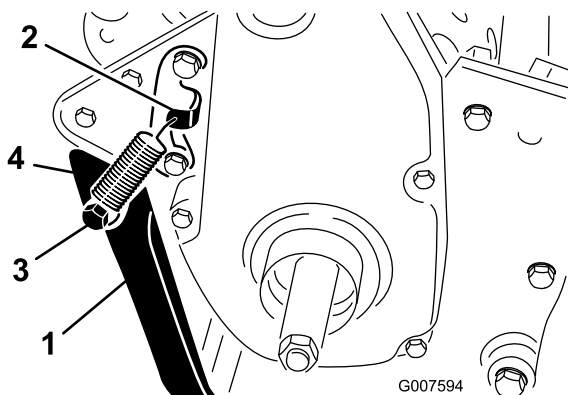

図 6
2. 後フレームについている取り付け穴にキックスタンドを合わせておいて、スプリングを、スプリングブラケットの穴とスプリングスタッドの穴に引っ掛ける図6。
3. ボルト、ロックワッシャ、スペーサ、平ワッシャ、ロックナットを使って、キックスタンドをフレームの左右に固定する図6。